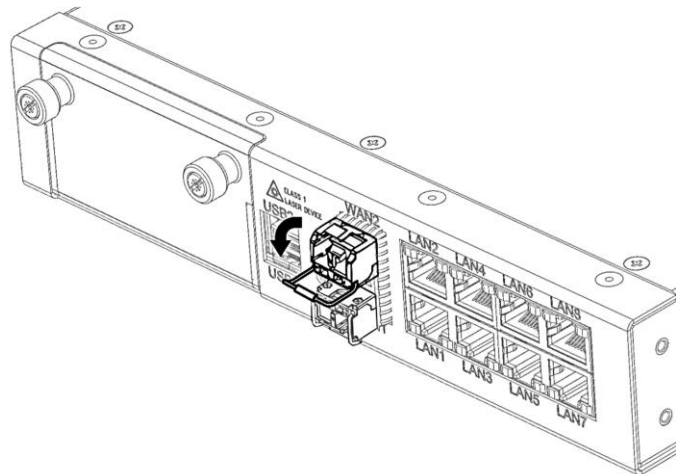
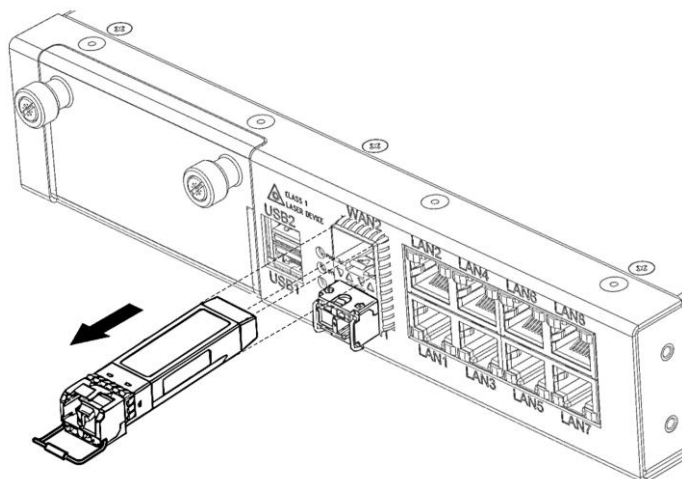

Рисунок 61 – Разблокирование удерживающей защелки
Рисунок 62 – Извлечение SFP-трансивера из слота
- надавите на трансивер по направлению внутрь корпуса изделия до появления характерного щелчка фиксации (Рисунок 61, Рисунок 62);